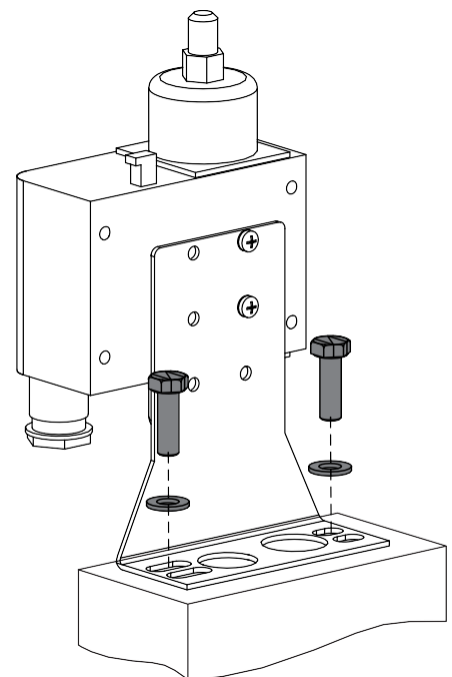

Рис. 2
- Надежно зафиксируйте кронштейн (рис. 2).